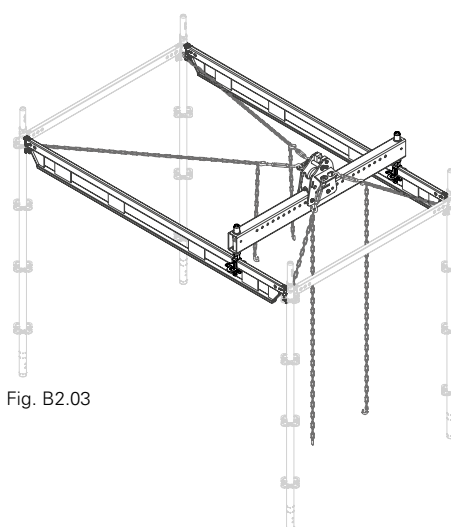

Fig. B2.03
- ikke den bærende underbygning, se fig. B2.03.